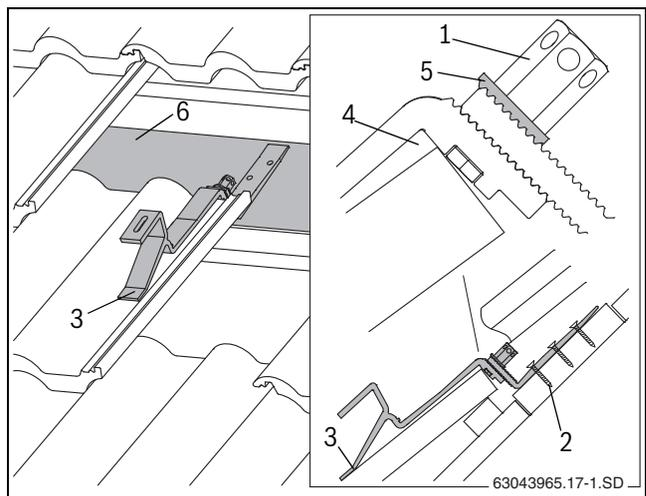

Fig. 40 Gancho de tejado montado (para facilitar la vista se han eliminado de la figura algunas tejas)
- ▶ Colocar el apoyo delantero sobre la teja de tal forma que con carga descansa sobre el perfil ondulado (fig. 40, [3]). Para ello, el gancho de tejado debe tener un poco de juego en el borde superior de la teja (fig. 40, [4]).
- ▶ Deslice el gancho de tejado hasta que éste descansa sobre el cabrio o sobre las tablas o tablones (fig. 40, [6]).
i La arandela dentada (fig. 40, [5]) debe encajar en el lado dentado de la parte inferior del gancho para tejado.
- ▶ Apriete la tuerca hexagonal larga (fig. 40, [1]). Introduzca para ello la llave de tamaño SW5 en el orificio de la tuerca hexagonal y gírela.
- ▶ Fije la parte inferior del gancho de tejado al cabrio como mínimo en el primer (fig. 40, [2]) y en el segundo orificio mediante tornillos adecuados.